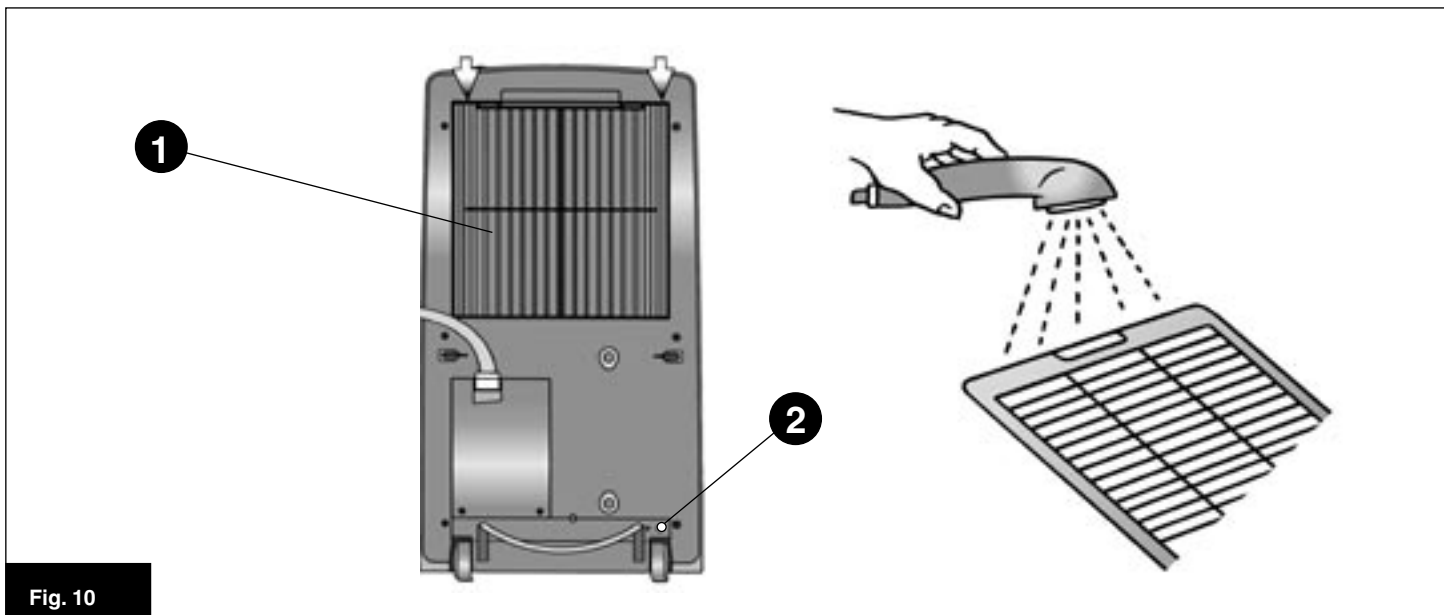

Fig. 10
Deve avvenire in posizione verticale. In caso di trasporto in posizione orizzontale attendere almeno un'ora prima di riavviarlo. Prima di effettuare il trasporto scaricare completamente l'acqua di condensa aprendo il tappo (fig. 10/2).
- Premere le due linguette della griglia posteriore ed estrarla (fig. 10/1).
Il doit se faire en position verticale. Dans le cas de transport en position horizontale, attendre au moins une heure avant de le mettre en marche. Avant d'effectuer le transport, vidanger complètement la condensation enlevant le bouchon (Fig.10/2).
- Appuyer sur les deux languettes de la grille arrière et la sortir (Fig.10/1).
The conditioner must be kept upright during transport. If it is transported in a horizontal position, wait at least one hour before starting it. Prior to transport, always open the plug (fig. 10/2) and drain all the condensation.
- Press the two tabs of the rear grille and remove it (fig. 10/1).
Die Klimaanlage muß in aufrechter Stellung transportiert werden. Wird sie in liegender Stellung transportiert, muß vor dem ersten Einschalten mindestens eine Stunde abgewartet werden. Vor dem Transport erst das Kondenswasser vollständig ablassen. Dazu den Stöpsel entfernen (Abb. 10/2).
- Die zwei Federkeile des hinteren Gitters drücken und das Gitter herausziehen (Abb. 10/1).
Hay que realizar el transporte en posición vertical. En caso de transporte en posición horizontal esperar al menos una hora antes de ponerlo en marcha. Antes de efectuar el transporte vaciar completamente el agua de la condensación abriendo la tapa (fig. 10/2).
- Apretar las dos lengüetas de la rejilla trasera y sacarla (fig. 10/1).
De airconditioner moet rechtop verplaatst worden. Als de airconditioner liggend verplaatst wordt dan moet u minimaal één uur wachten voordat u de airconditioner in werking kunt stellen. Alvorens de airconditioner te gaan verplaatsen moet u het condenswater eerst helemaal weg laten lopen door de dop (fig. 10/2) open te draaien.
- Duw de beide lipjes van het rooster aan de achterkant in en haal het rooster (fig. 10/1) eruit.